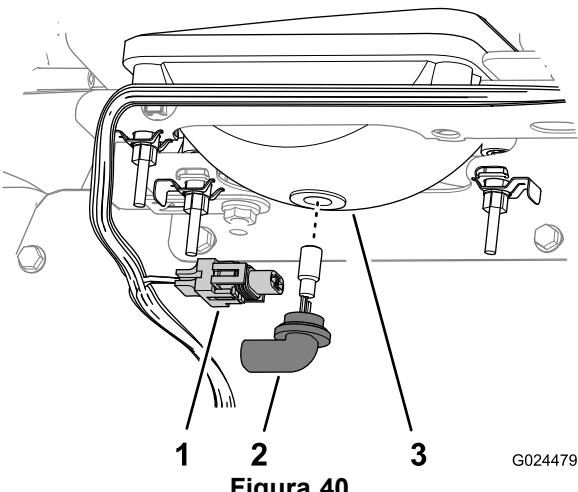

Figura 40
3. Scollegate il connettore elettrico del cablaggio dal connettore del gruppo luci sul retro del vano del faro (Figura 40).
4. Ruotate il gruppo luci di 1/4 giro in senso antiorario spostandolo indietro, fuori dalla sede del vano del faro (Figura 40).
5. Inserite il nuovo gruppo luci e il vano del faro e allineate le lingue nel gruppo luci alle fessure nel vano del faro (Figura 40).
6. Fissate il gruppo luci ruotandolo di 1/4 di giro in senso orario (Figura 40).
7. Collegate il connettore elettrico del cablaggio al connettore del nuovo gruppo luci (Figura 40).